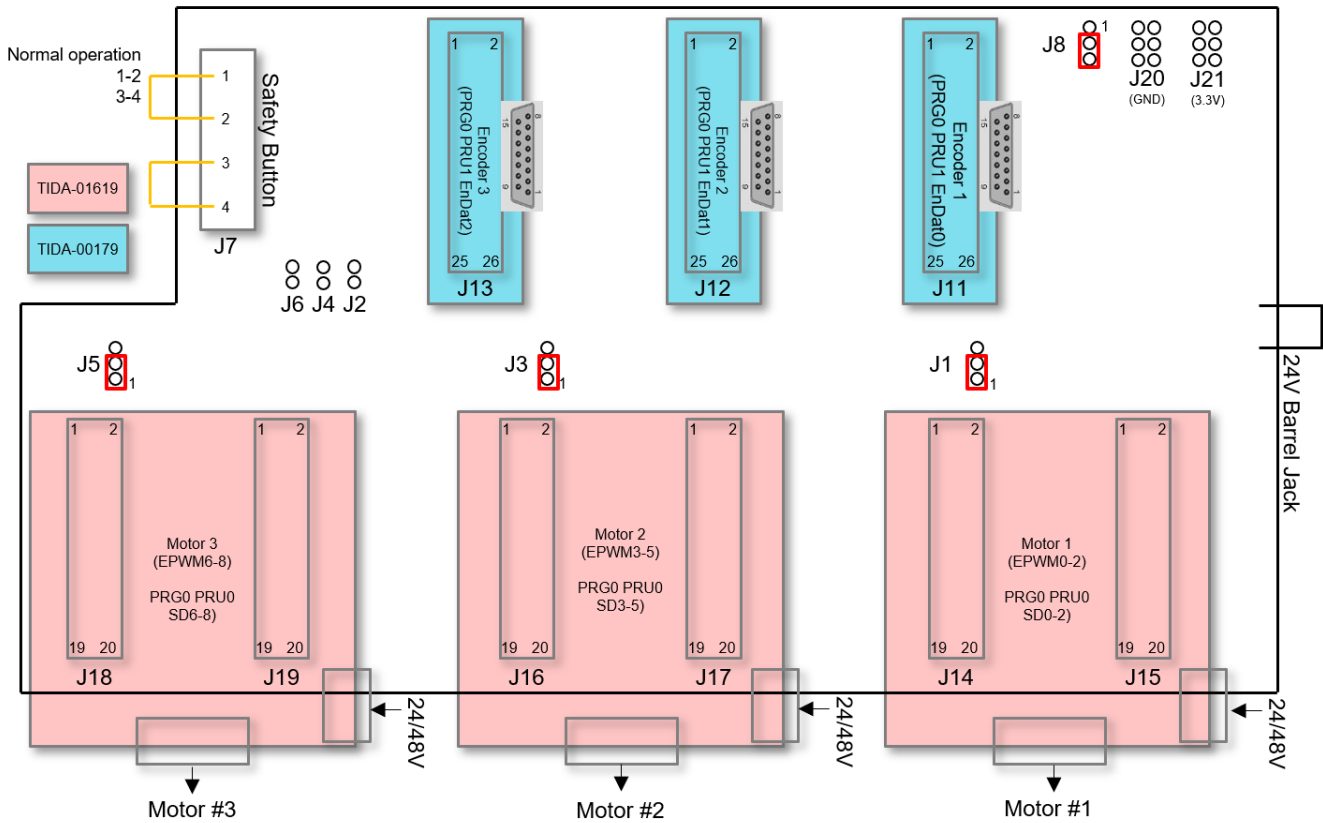

图 11-2. TIDEP-01015 跳线设置
- 根据下面的红色矩形中所示及表格中所述，配置 TIDEP-01015 板上的跳线。另请注意，J7 中的螺丝接线端连接器需要短路，如图 11-2中所示及表格中所述（此连接器启用 STO 类型功能，但当前被旁路）。